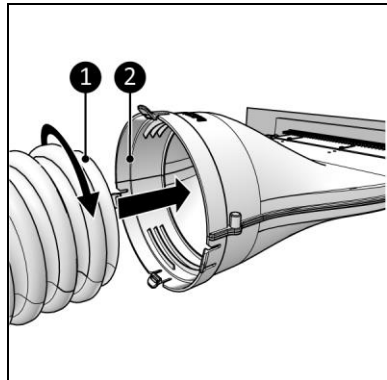

Abbildung 8
- Mit einem rotierenden System für einen Schlauch ohne Kragen (Abbildung 8, Pos. 1).
1. Führen Sie den Klimaanlage Schlauch (Abbildung 8, Pos. 1) in den Hauptkörper ein (Abbildung 8, Pos. 2) und ziehen Sie ihn fest.